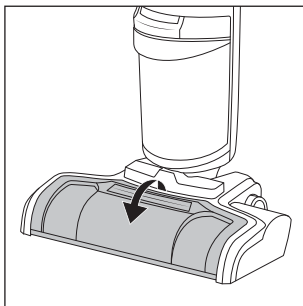

Abb. 33
- ♦ Fassen Sie den Spritzschutz **7** oben an der Griffkante (*PULL*) und ziehen Sie diesen nach vorne, um ihn vom Fußteil **3** zu entfernen (siehe Abb. 33).